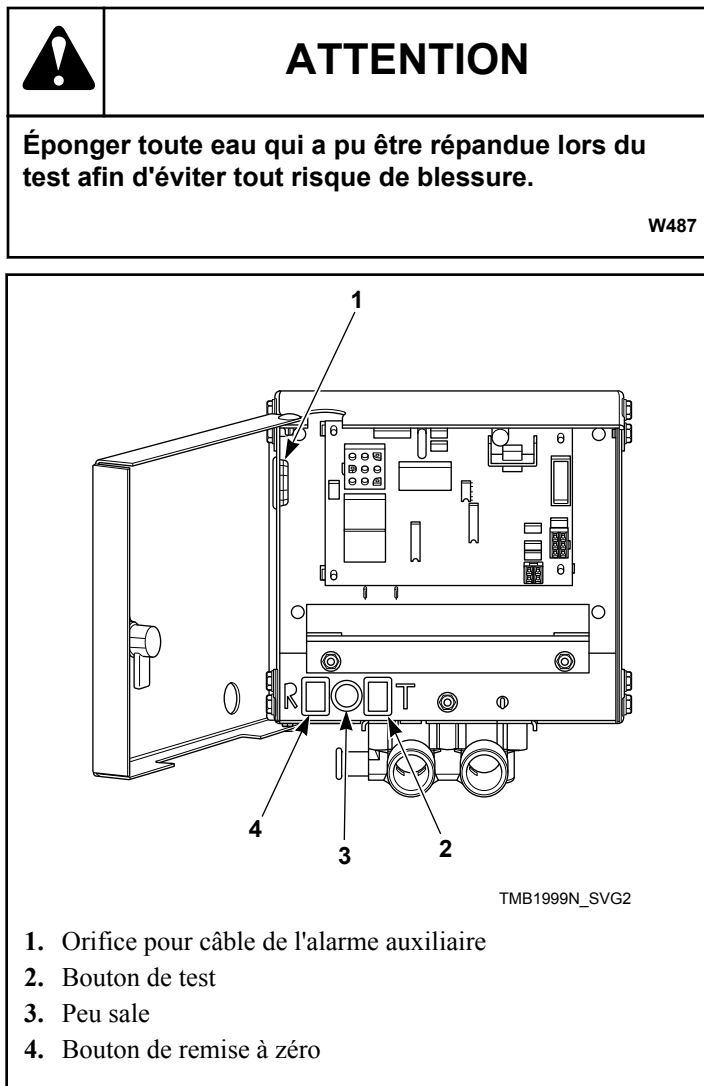
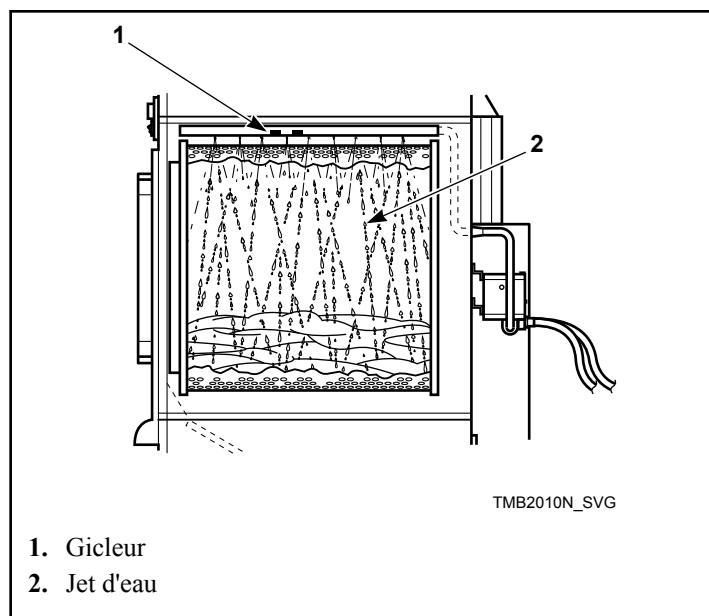

Figure 70
Figure 71
6. Presser et tenir le bouton de test et vérifier que la lumière s'allume ; ceci devrait prendre environ cinq secondes. Se reporter à la *Figure 70* . Après une seconde, le gicleur devrait produire un jet d'eau à l'intérieur du tambour.
7. Après 15 secondes, presser et tenir le bouton remise à zéro, jusqu'à ce que le jet cesse et la lumière s'éteint. Ceci devrait prendre environ une seconde. Se reporter à la *Figure 70* et à la *Figure 71* .